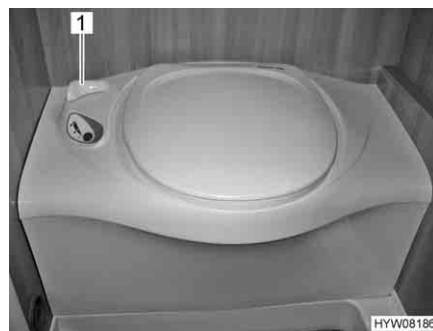

Bild 250 Thetford-Toilette
- Vor dem Spülen den Schieber der Thetford-Toilette öffnen. Dazu den Schieberhebel (Bild 250,1) entgegen dem Uhrzeigersinn drehen.
- Nach dem Spülen den Schieber schließen. Dazu den Schieberhebel (Bild 250,1) im Uhrzeigersinn drehen.